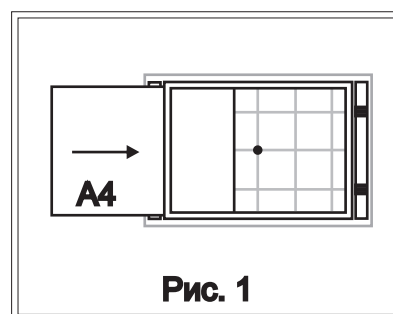

Рис. 1
5) Обращайте внимание на знак **A4** верх при книжной (рис.1) и **A4** верх при альбомной ориентации с обратной стороны корпуса. Ввод бумаги осуществляется сверху при книжной и слева при альбомной ориентации.